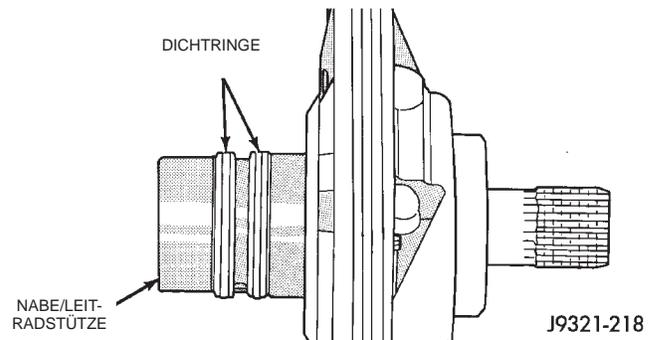

Abb. 128 Lage der Dichtringe auf der Nabe
(7) Falls die Dichtringe auf der Zwischenwelle/Leitrad erneuert werden sollen, die neuen Dichtringe jetzt auf der Nabe/Leitradstütze anbringen (Abb. 128). Dichtringe nach dem Einbau mit Getriebeflüssigkeit oder Vaseline schmieren. Jeden Ring soweit zusammendrücken, daß sich die Ringstöße fest miteinander verhaken.